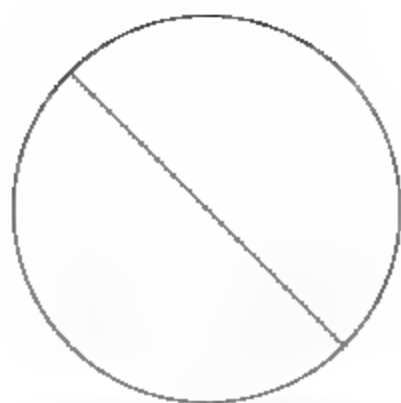

图8-63 旋转线段
- 调用RO【旋转】命令，设置旋转角度为45°，旋转线段的结果如图8-63所示。